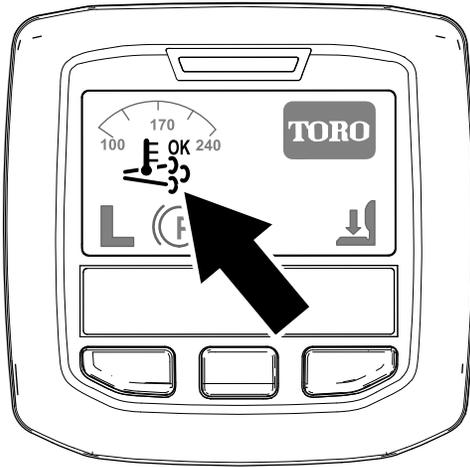

Figura 26
- El icono de regeneración asistida/de reinicio se muestra en el InfoCenter (Figura 26).